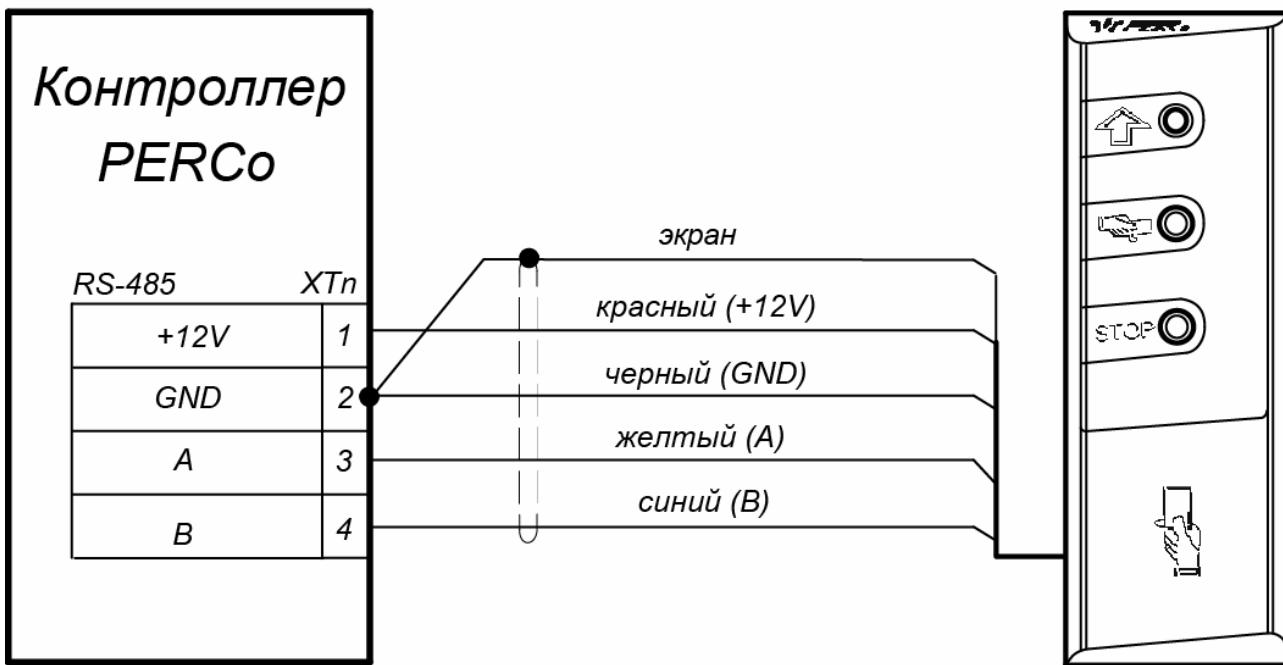

Рисунок 5. Схема подключения считывателя к контроллеру PERCo с использованием интерфейса RS-485
7. Проложите кабель, закрепите его и подключите к контроллеру **PERCo** (схему подключения смотри на рис. 5 и в руководстве по эксплуатации на соответствующий контроллер). Удлинение соединительного кабеля считывателя производится в соответствии с требованиями разд. 6.2, при этом сигнальные линии А и В интерфейса *RS-485* должны идти в одной витой паре (по симметричному каналу).